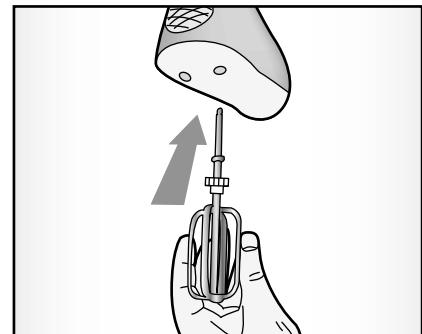

Fig. 2
- coppia di fruste tradizionali (M) in metallo per montare maionese, salse, panna e albumi a neve;
- coppia di fruste a torciglione (L) per impastare.
- Per montare le fruste, prendere per l'impugnatura (F) l'apparecchio ed inserire il gambo di ogni frusta negli appositi fori, ruotando leggermente fino allo scatto.
- Le fruste che formano la coppia non sono uguali tra loro; pertanto quella che presenta l'ingranaggio in plastica deve essere montata nel foro di sinistra (Fig. 2).